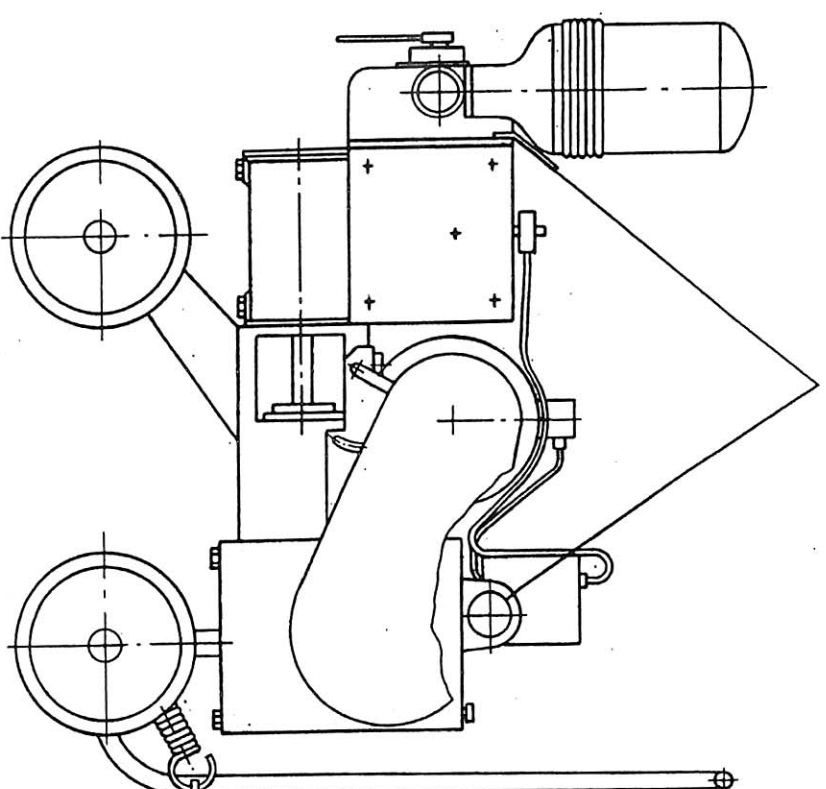

Рис. 9. Схема строповки.
6.1. Транспортировать установку к месту работы следует по возможности в упаковке. Схема строповки без упаковки показана на рис. 9.